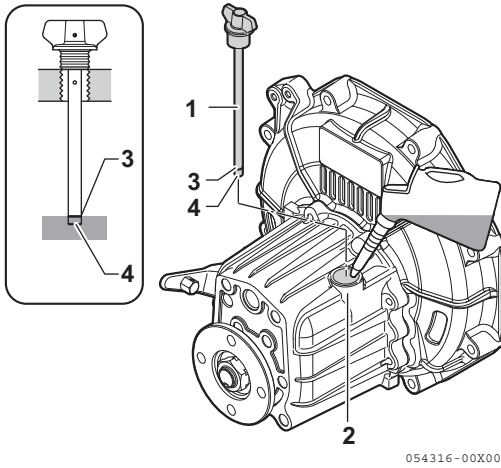

Figura 7
1. Asegúrese de que el motor está apagado. Asegúrese que el motor está tan nivelado como sea posible y limpie el área alrededor del puerto de relleno del inversor reductor marino (**Figura 7, (2)**).
3. Extraiga la varilla de nivel de aceite (**Figura 7, (1)**) y limpie con un paño limpio.
4. Vuelva a insertar la varilla de nivel de aceite sin enroscarla hacia adentro. Consulte la ilustración (**Figura 7**).
5. Extraiga la varilla de nivel de aceite. El nivel de aceite debe estar entre las líneas superior (**Figura 7, (3)**) e inferior (**Figura 7, (4)**) en la varilla de nivel de aceite.
3. Llene con aceite hasta el límite superior de la varilla de nivel (**Figura 7, (3)**). Consulte las Especificaciones del Aceite del Inversor Reductor Marino en la página 29.